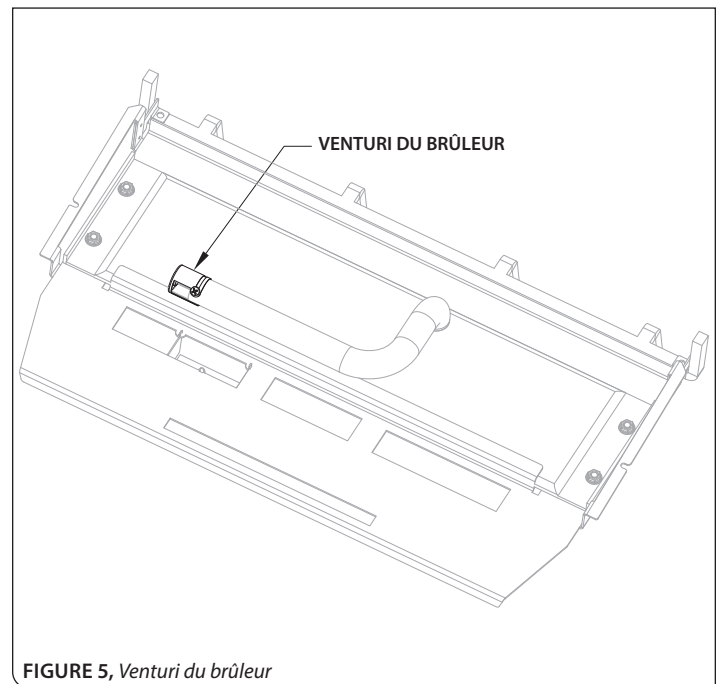

FIGURE 5, Venturi du brûleur
Étape 1: Ajustez le venturis du brûleur. Desserrez la vis retenant obturateur d'air du venturi et ajustez-le au réglage approprié. Voir **FIGURE 5** et **TABLEAU 2**.